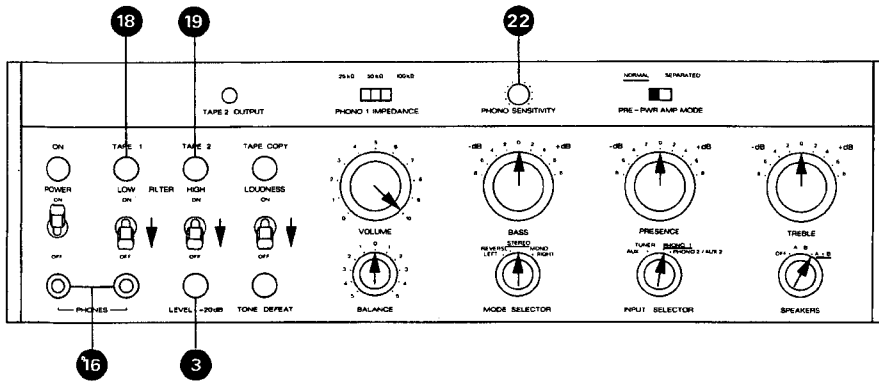

Fig. 4.5.-1
- Bedienungselemente gemäss Fig. 4.5.-1 einstellen.
- Voltmeter an Lautsprecher-Ausgang A (43) oder B (42) anschliessen.
- NF-Generator an Eingang PHONO 1 (33) anschliessen.